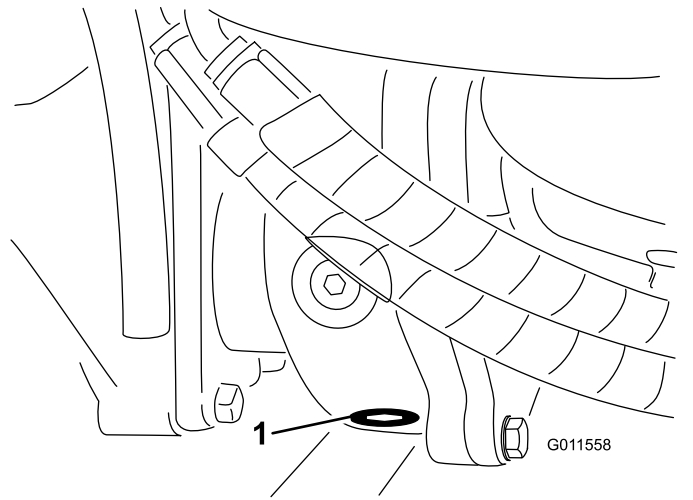

Figura 87
5. Pulite l'area circostante il tappo di spurgo sul fondo della scatola degli ingranaggi (Figura 87).